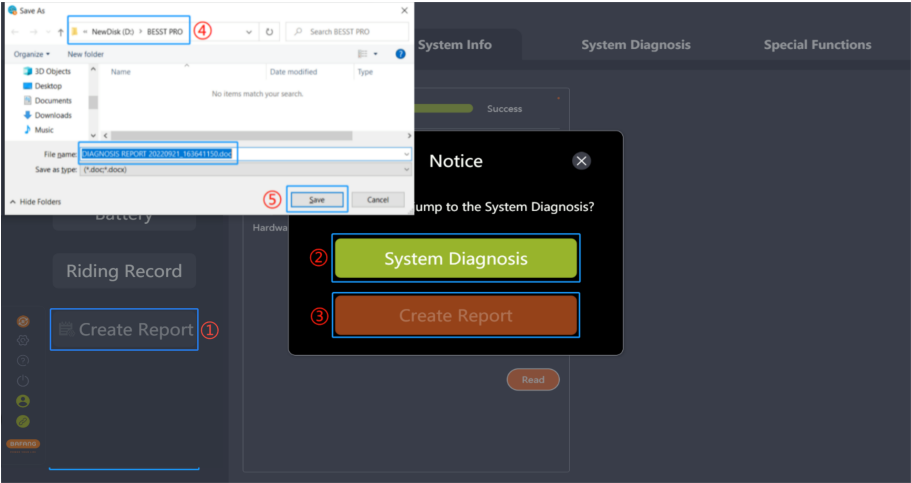

图 6-5 系统信息界面创建报告
- 1. 点击“创建报告”，提示“要跳转到系统诊断吗？”（如图 6-5）；